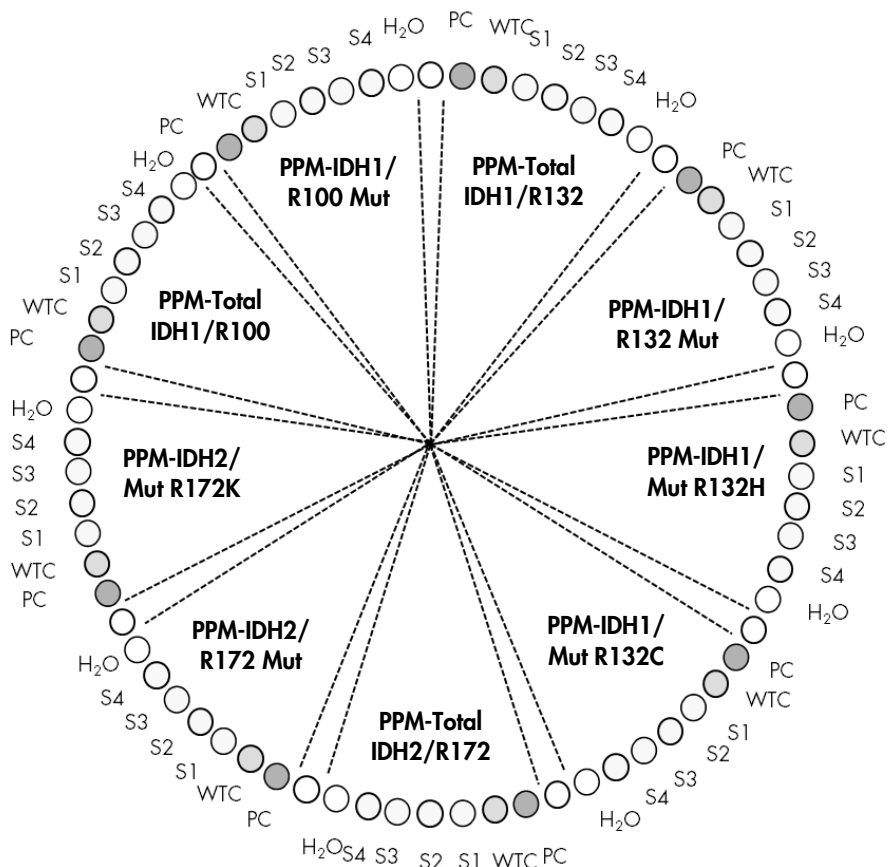

Figure 2. Configuration de rotor suggérée pour une expérience avec le *therascreen* IDH1/2 RGQ PCR Kit.
- Nous recommandons de tester tous les échantillons une fois par analyse de PCR, comme indiqué dans le tableau 2, avec la configuration de bloc de chargement et de rotor indiqué dans le tableau 3 et la figure 2.
6. Placer les tubes dans l'adaptateur fourni avec l'appareil (figure 2).